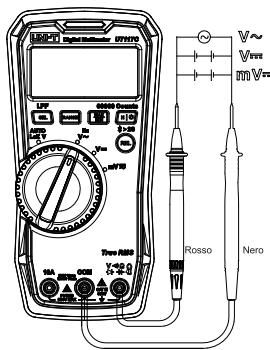

Figura 5
1. Misura automatica della tensione CA/CC (Auto-V LoZ) (Figura 5)
2. Misura della tensione CA/CC (Figura 5)
3. Misura della tensione mV CA/CC (Figura 5)